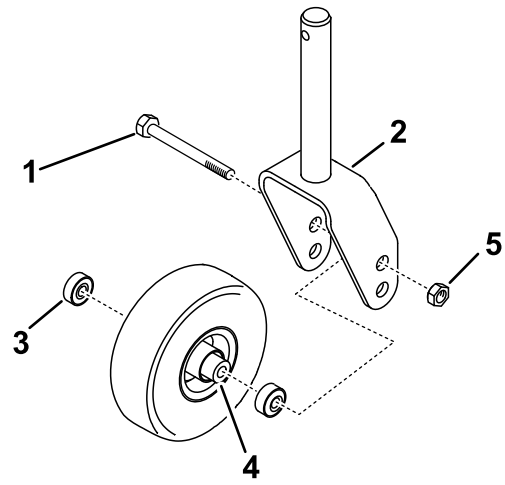

图 32
2. 从将脚轮总成固定在脚轮叉之间的螺栓上拆下锁紧螺母图 32。抓住脚轮并将螺栓滑出轮叉或枢轴臂。
3. 从轮毂上卸下轴承然后让轴承隔片脱落图 32。从轮毂的另一侧卸下轴承。